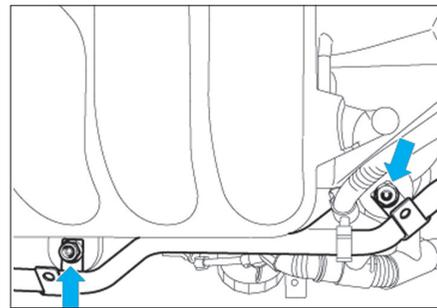

Fig. 40
- Dévisser les écrous de fixation de la tubulure d'admission (Fig.40).